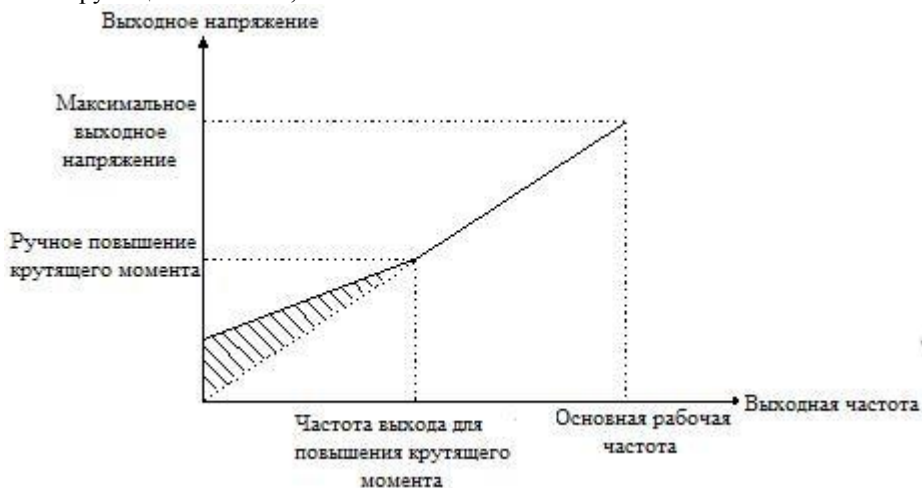

Рисунок 5.9.3 Ручное усиление крутящего момента
- ◆ Для улучшения низкочастотной характеристики крутящего момента, для выходного напряжения можно сделать некоторую компенсацию усиления. Когда код функции установлен на 0,0%, он находится в режиме управления V/F; когда он не установлен в 0, он находится в режиме ручного усиления крутящего момента, как показано на Рис. 5.9.3.
- ◆ Эта функция определяет частоту среза для ручного повышения крутящего момента, как показано на рис. 5.9.3. Частота среза применима к любой кривой V/F, определенной P9.00.